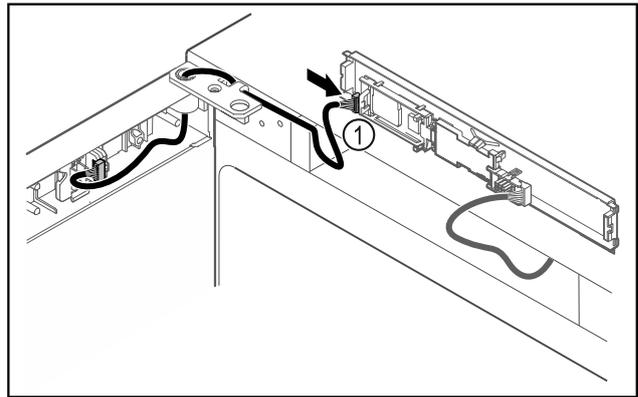

Fig. 43
- Zapojte zástrčku Fig. 43 (1) na dosku plošných spojov.